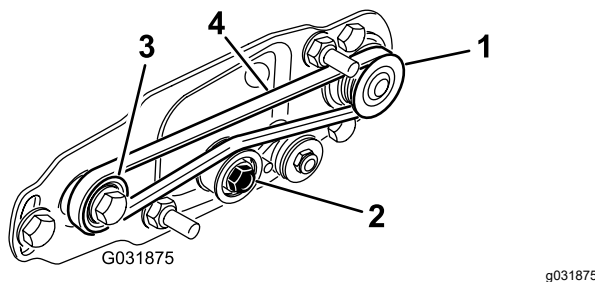

Figura 25
- A. Passe a correia em redor da polia da **transmissão** e, em seguida, sobre a parte superior da polia intermédia (Figura 25).
- B. Ligue a correia na polia **acionada** (Figura 25).